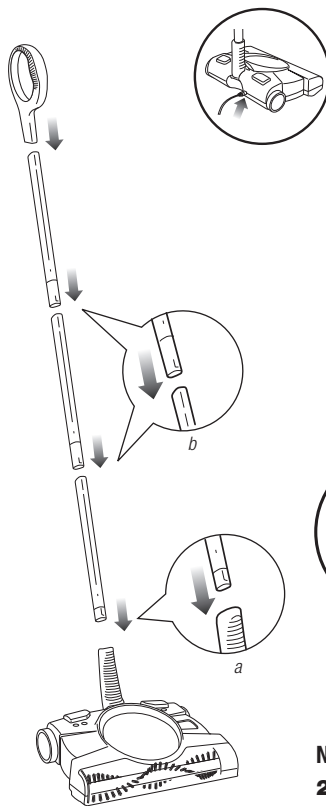

Fig. 1
- 1 Insérez le tube de rallonge de la poignée inférieure (le plus court des trois tubes) dans la poignée inférieure (a). Assemblez ensuite les deux tubes de rallonge et insérez-les dans le tube de rallonge de la poignée inférieure (b). Fixez ensuite la poignée supérieure au tube de rallonge supérieur. (Fig. 1)